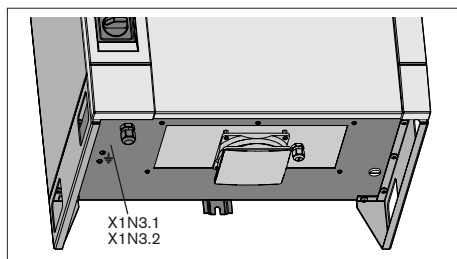

Fig. 5 : Raccordement du conducteur de protection X1N3.1/X1N3.2
Seule mesure de protection autorisée conformément à EN 50 178 : protection par terre. La ligne d'alimentation du boîtier de système doit disposer d'un conducteur de protection (PE). De plus, un conducteur de protection disposant d'une section d'au moins 10 mm² Cu doit être raccordé – interface X1N3.1/ X1N3.2 à la partie inférieure du boîtier de système (Fig. 5).
Le passe-câble à vis (Ø 8 mm - 13 mm) se trouve au fond du boîtier de système (Fig. 5). Le branchement réseau du SB356 doit exclusivement être pratiqué à l'aide d'un conducteur de protection (PE) triphasé ($\geq 4 \times 2,5 \text{ mm}^2$).